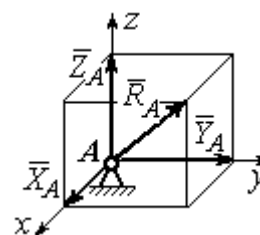

Рис. 1.4. Реакция сферического шарнира
**Сферический шарнир.** Связь в виде сферического шарнира не позволяет перемещать тело в пространстве, но допускает поворот в пространстве вокруг неподвижной точки. Реакция сферического шарнира может иметь любое направление в пространстве. При решении задач реакцию изображают ее составляющими. На рис. 1.4 реакция  $\vec{R}_A$  сферического шарнира *A* разложена на составляющие  $\vec{X}_A, \vec{Y}_A, \vec{Z}_A$  по направлениям координатных осей. Величина реакции сферического шарнира определяется по формуле: